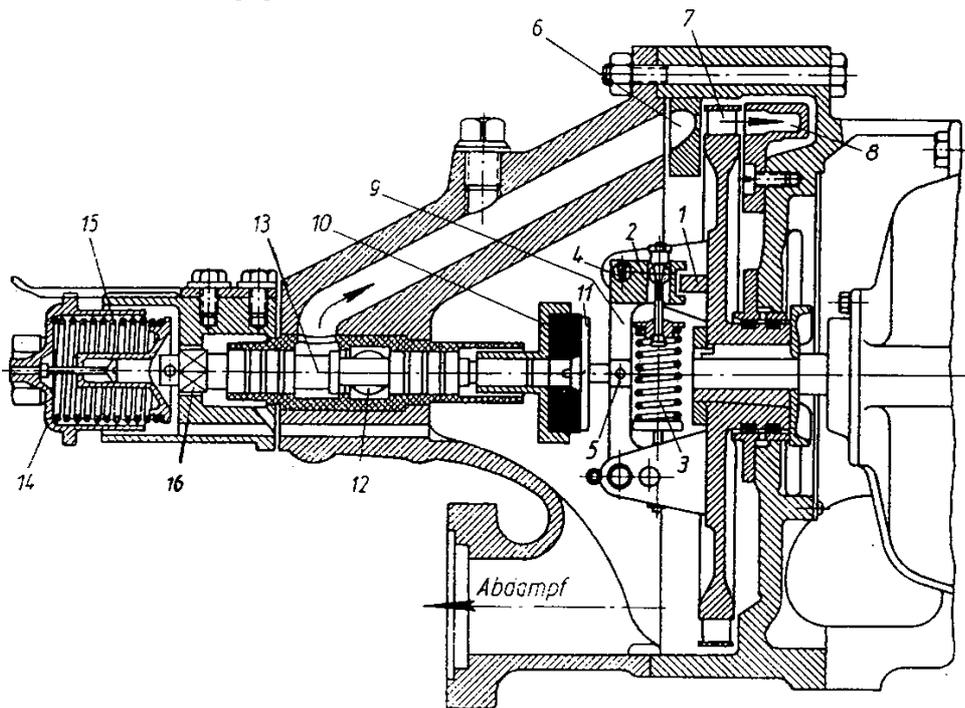

Bild 29. Dampfturbine der Lichtmaschine
Die Dampfturbine besteht aus einem Düsenkranz und einem Laufrad. Das Laufrad oder Turbinenrad ist aus Stahl gefertigt und hat einen Schaufelkranz, dessen Schaufeln durch Stifte befestigt und hart gelötet sind. Zur Sicherung hat man noch einen starken Schrumpfring aufgezogen. Durch den stählernen Düsenkranz beaufschlagt der Dampf den Schaufelkranz in Richtung der Längsachse (Bild 29).
Die Geschwindigkeit der Turbine wird durch einen Fliehkraftregler mit Federbelastung geregelt. Aus Bild 29 ist zu erkennen, daß die Reglergewichte (2) mit gehärteten Schneiden (4) auf Tragarmen des Laufrades gelagert sind. Die Bewegungen der Gewichte werden durch Winkelhebel auf die gehärtete Spurscheibe und von hier aus über die als Spurlager ausgebildete Kohlenscheibe auf den Drosselschieber (13) übertragen. Eine zusätzliche Feder drückt den Drosselschieber stets gegen die Spurscheibe, so daß der Drosselschieber jedem Ausschlag des Reglers folgen muß.